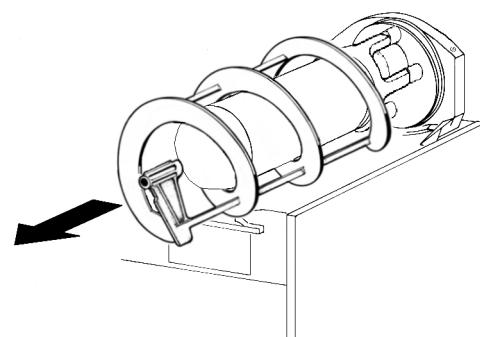

figura 9
- 3 Desenfilar del evaporador el rascador exterior (ver figura 9)